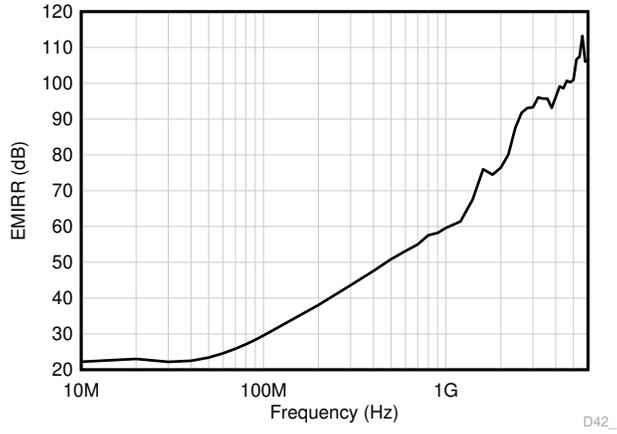

图 7-4. EMIRR 测试
OPAx310 使用集成电磁干扰 (EMI) 滤波来降低干扰源 (如无线通信设备 (射频干扰 (RFI)) 以及混合使用模拟信号链和数字组件的高密度电路板) 产生的 EMI。通过电路设计技术可改进 EMI 抗扰度；OPAx310 受益于这些设计改进措施。德州仪器 (TI) 已经开发出在 10MHz 至 6GHz 扩展宽频谱范围内准确测量和量化运算放大器抗扰度的功能。图 7-4 展示了在 OPAx310 上执行此测试的结果。表 7-1 展示了 OPAx310 在实际应用中通常会遇到的特定频率下的 EMIRR IN+ 值。运算放大器的 EMI 抑制比应用报告包含了与运算放大器相关的 EMIRR 性能主题，该报告可在 www.ti.com 上下载。